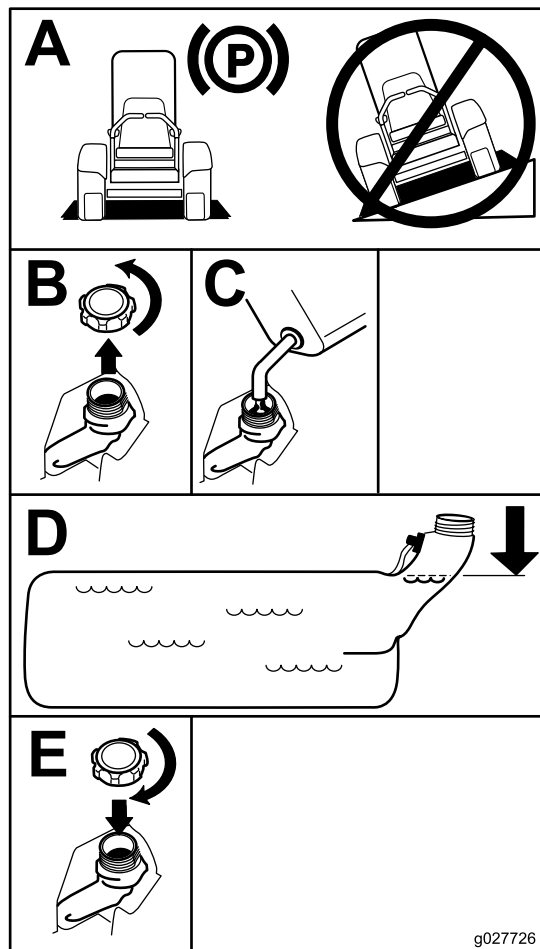

Figura 7
4. Encha o depósito de combustível até à extremidade inferior do tubo de enchimento (Figura 7).